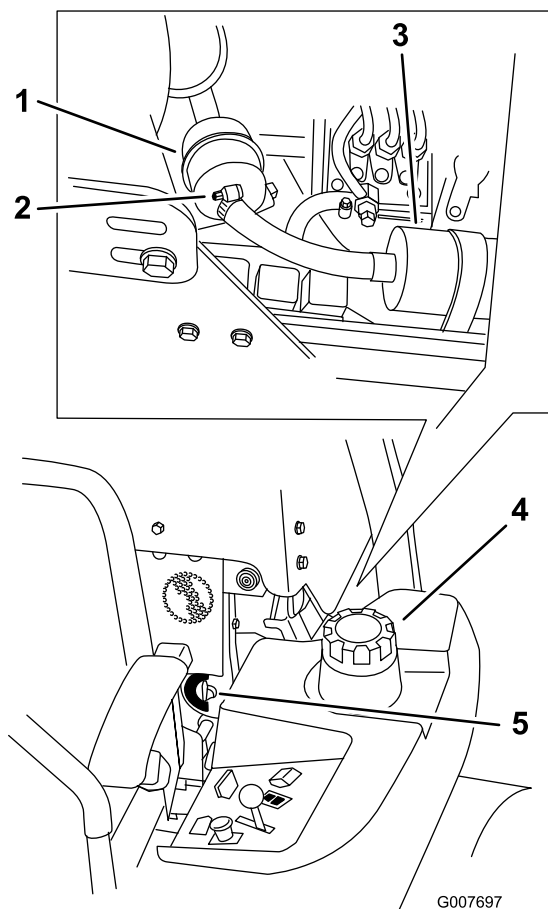

Figura 67
4. Chiudete la valvola di intercettazione del carburante (Figura 67).
5. Allentate le 2 fascette stringitubo e scollegate i tubi del carburante dal filtro carburante (Figura 67).
6. Montate un nuovo filtro. Collegare i tubi del carburante al filtro carburante e montate le 2 fascette stringitubo (Figura 67).